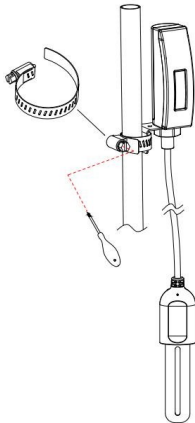
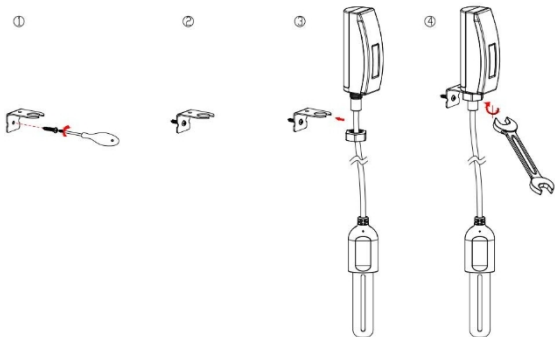

Abbildung 26
Abbildung 27
4. Befestigen Sie den Sensor entweder mit der Befestigungshalterung und der Schlauchschelle (siehe Abbildung 26) oder mit der Befestigungshalterung und einer Edelstahlschraube (siehe Abbildung 27).